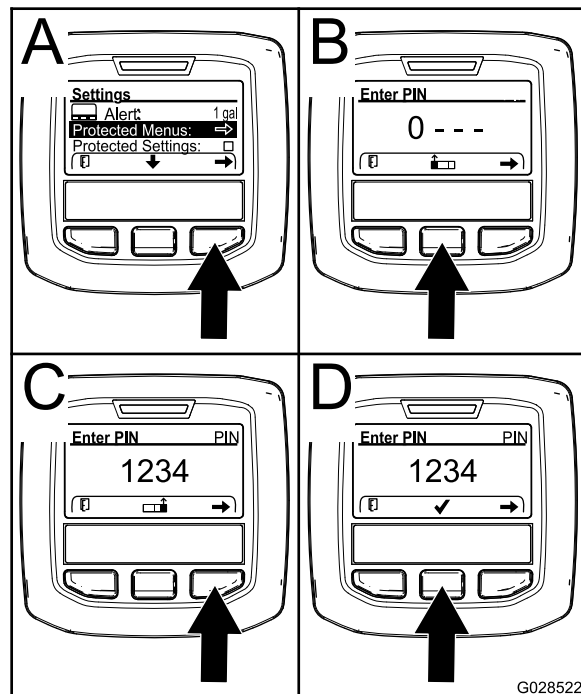

Figura 24
3. Premete il pulsante di selezione destro per selezionare i Menu protetti (A della Figura 24).
- Premete il pulsante di selezione centrale (B della Figura 24) per aumentare il valore numerico (da 0 a 9)..
- Premete il pulsante di selezione destro (C della Figura 24) per spostare il cursore alla posizione numerica successiva a destra.
**Nota:** Comparirà l'icona del segno di spunta sopra il pulsante di selezione centrale (D della Figura 24).
6. Premete il pulsante di selezione centrale (D della Figura 24) per inserire la password.